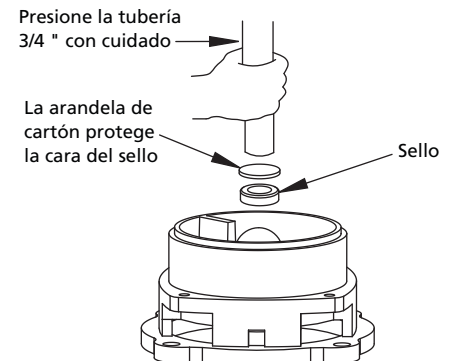

Figura 15 - Si es necesario, presione con cartón y tubería.
6. Si el sello no se asienta correctamente después de un segundo lavado de la cavidad, coloque una arandela de cartón sobre la superficie del sello pulido y presiónelo con cuidado de prensa en su sitio con un trozo limpio estándar de 3 / 4 " de tubería de plástico como una prensa (Ver Figura 15).